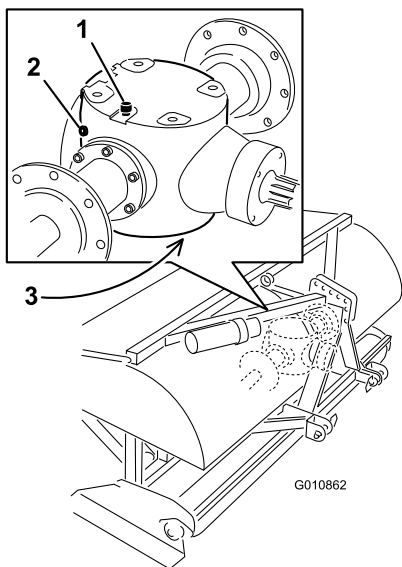

Figura 32
2. Remova o tampão de verificação da caixa de velocidades (Figura 32).
3. Certifique-se de que o nível se situa pela base do orifício do bujão na caixa de velocidades (Figura 32).
1. Elimine os detritos do tampão de ventilação/enchimento e verifique o tampão de escoamento para evitar contaminação (Figura 32).